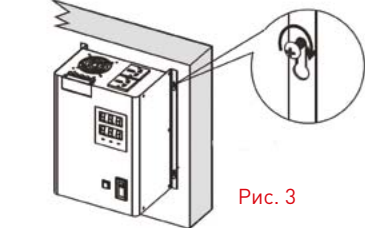

Рис. 3
- 7. Закрутите болты и потрясите стабилизатор, чтобы убедиться в прочности монтажа (рис. 3).